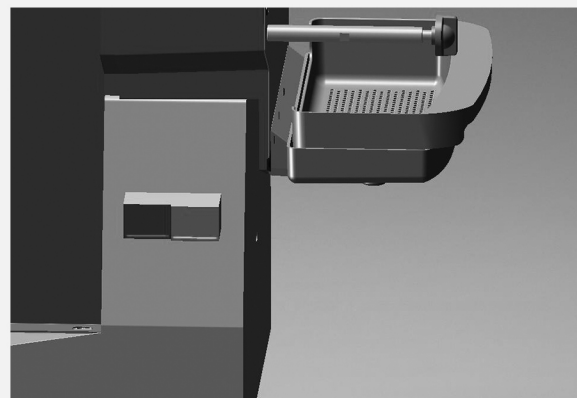

Рисунок 12
Очень важно чтоб оборудование было установлено на ровной поверхности. Только после этого переключатель ON/OFF. Нажмите на зеленую кнопку с защитным слоем силикона ON. (Рисунок 12)
- ✓ Нажмите на переключатель ON/OFF. На красную кнопку с защитным слоем силикона OFF, или переведите рубильник-переключатель в положение OFF. (Рисунок 12)